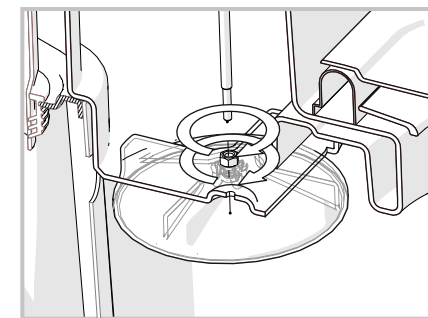

Рис. 2. Сборка разбрасывателя
- 6) Установите обратно гайку М8 (поз.7) на привод (рис. 2).
- 8) Накрутите разбрасыватель на привод, регулируя высоту таким образом, чтобы разбрасыватель располагался по центру прямоугольного отверстия внизу бака (рис. 2), а нижняя часть привода входила в центрующее отверстие.